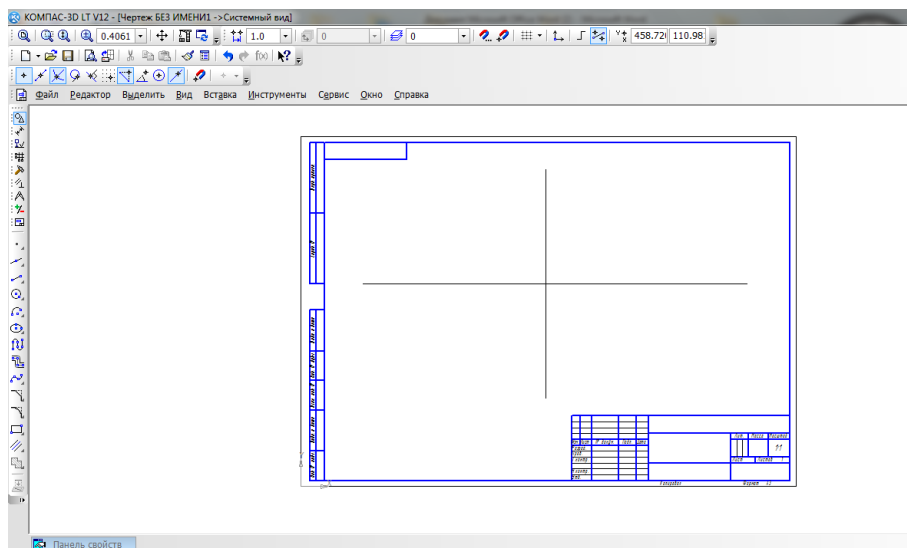

Рисунок 2 – Построение оси координат
2. Строим ось координат при помощи **тонкой основной** линии (рисунок 2);